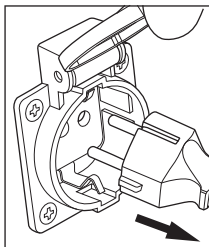

рис. 12
2. Отключите потребители электроэнергии от розеток, расположенных на панели генератора. Переведите прерыватели цепи переменного тока в положение «Выкл» (рис. 12).